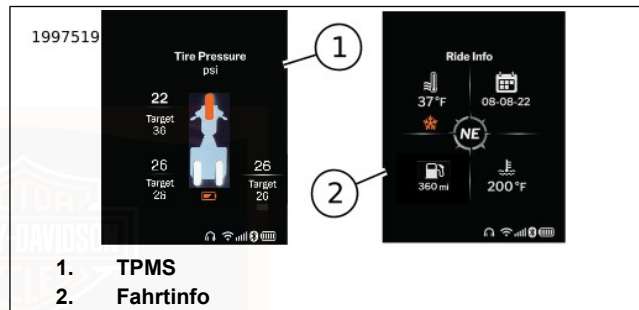

Abbildung 39. Widget-Optionen
Siehe Abbildung 39. **TPMS:** Das Reifendruck-Überwachungssystem (TPMS)-Widget (1) zeigt Reifendruckdaten für Vorder- und Hinterrreifen an. Die oberste Zahl, die für Vorder- und Hinterradreifen angezeigt wird, ist der tatsächlich gemessene Reifendruck. Der Sollwert zeigt den vom System aufgrund der Umgebungsbedingungen gewünschten Reifendruck an.